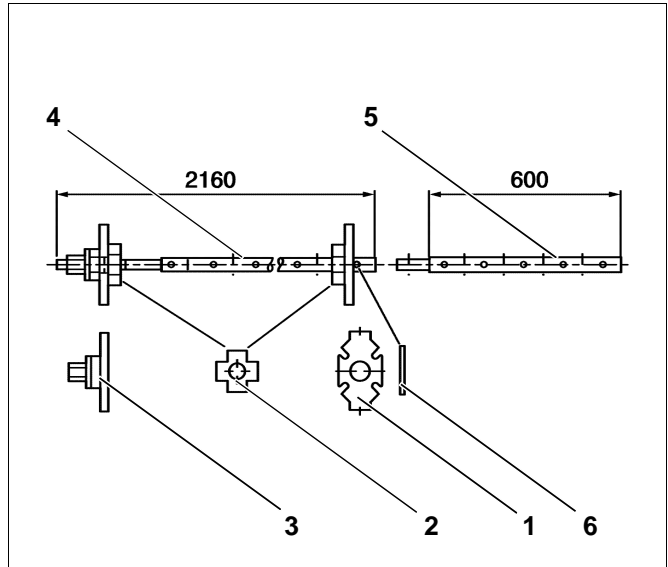
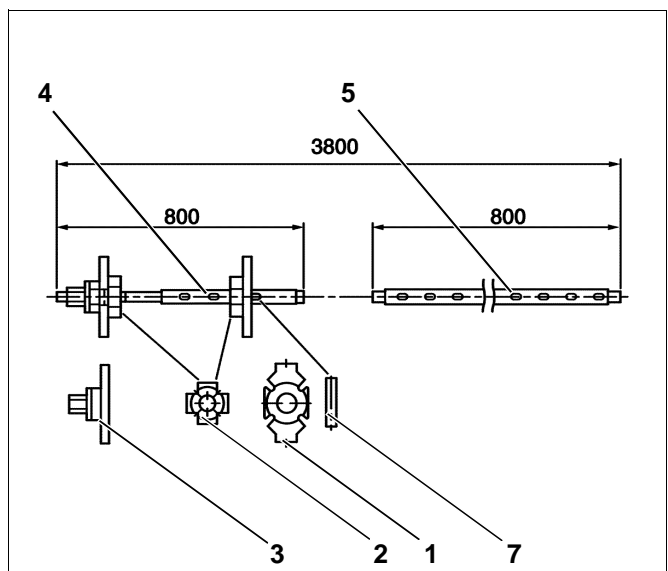

Fig. 1 Strettoi per pressaggio caldaia grandezza 2.2
Fig. 2 Strettoi per pressaggio caldaia grandezza 2.3
- Strettoi di pressaggio caldaia 2.2 (fig. 1) o 2.3 (fig. 2)
Leggenda per le figure 1 e 2):